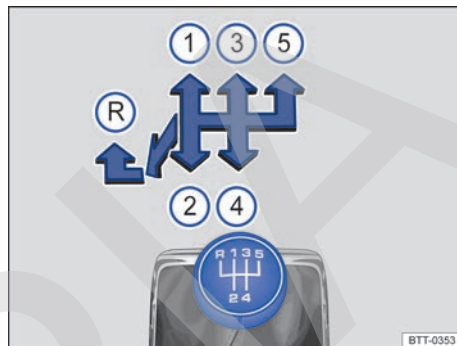
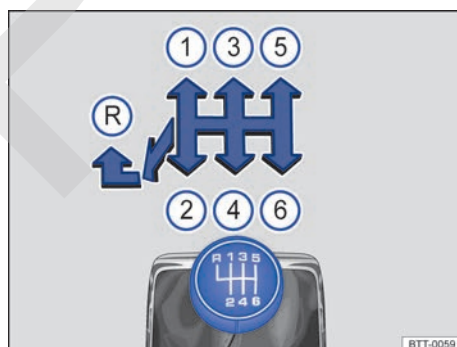

Fig. 118 Esquema de las marchas de un cambio manual de 5 marchas.
Fig. 119 Esquema de las marchas de un cambio manual de 6 marchas.
En la palanca de cambios están representadas las posiciones de cada una de las marchas → fig. 118 o → fig. 119.
- Mueva la palanca de cambios completamente hacia la izquierda y a continuación hacia delante para situarla en la posición de la marcha atrás → fig. 118 o → fig. 119 .